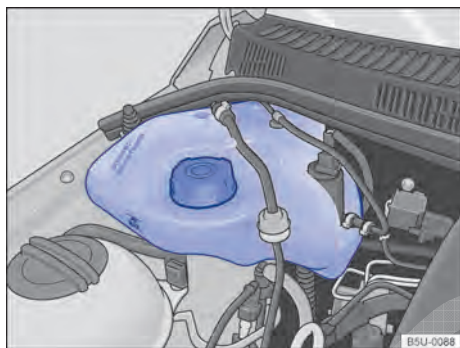

Fig. 130 No compartimento do motor: reservatório de gasolina para o sistema de partida a frio.
O reservatório de gasolina do sistema de partida a frio encontra-se no compartimento do motor, no lado direito → Fig. 130.
- Nunca ultrapassar a marca “MAX” indicada no reservatório → Fig. 130.